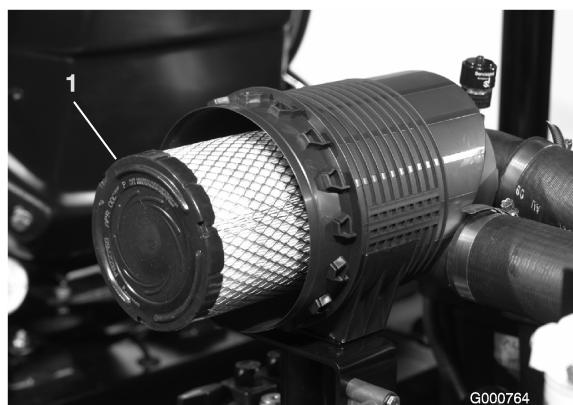

Figure 40
3. Déposez et remplacez l'élément primaire (Figure 40).